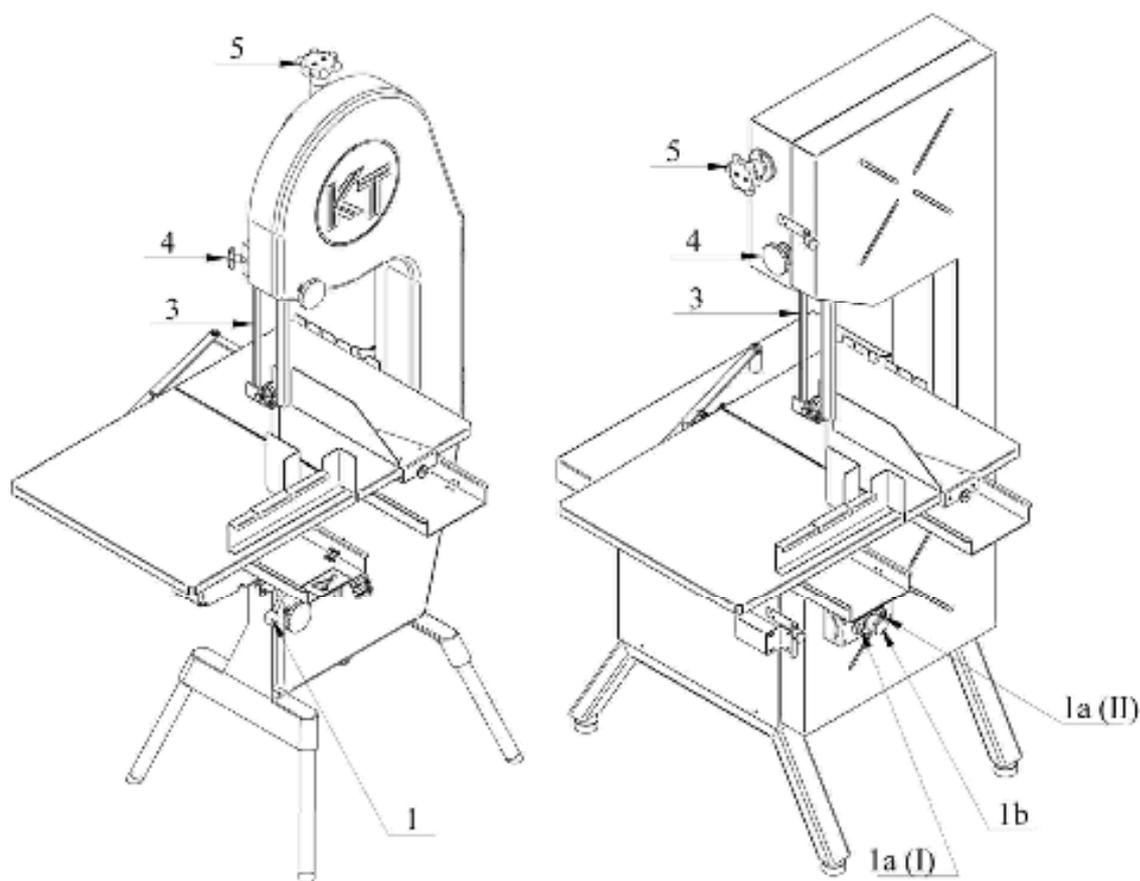

Рисунок 3.
- **КТ-325, КТ-400:** нажмите кнопку запуска (рисунок 3, No. 1).
- **КТ-360, КТ-460:** включите основной источник питания посредством кнопки включения электропитания, расположенного сзади машины. Откройте красную кнопку стоп (рисунок 3, No. 1b) и нажмите белую кнопку запуска (No. 1a). Есть две кнопки запуска: **I = низкая скорость, II = высокая скорость.**
- **КТ-325, КТ-400:** поднятием вверх выключателя (рисунок 3, No. 1).
- **КТ-360, КТ-460:** нажатием **КРАСНОЙ** кнопки остановки (рисунок 3, No. 1b).
После того как полотно остановилось, опустите верхнюю направляющую полотна / защитный поручень (рисунок 3, No. 3) в нижнее положение, повернув черную ручку (No. 4) против часовой стрелки и одновременно аккуратно потянув верхнюю направляющую полотна вниз. Не допускайте соприкосновения с полотном.
Для того, чтобы натянуть полотно поверните регулирующее колесико (рисунок 3, No. 5) по часовой стрелке. Как только регулирующее колесо будет вращаться свободно и его уже нельзя будет больше вращать, это значит, что регулировка натяжения полотна произведена правильно.